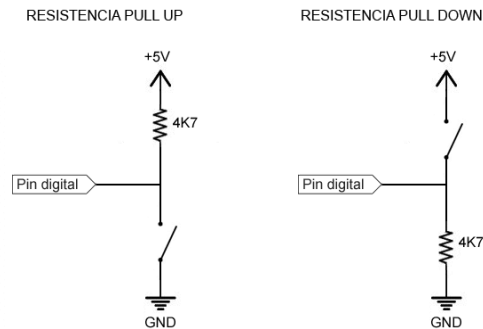

Figura 4 Esquema PULL-UP y PULL DOWN. Fuente: www.luisllamas.es
- La resistencia de Pull-Up fuerza el pin a HIGH cuando el pulsador está abierto, como podemos apreciar en la figura 4 y, cuando está cerrado el pulsador, fuerza el pin a LOW y la resistencia evita el cortocircuito además de limitar la corriente por el pin.